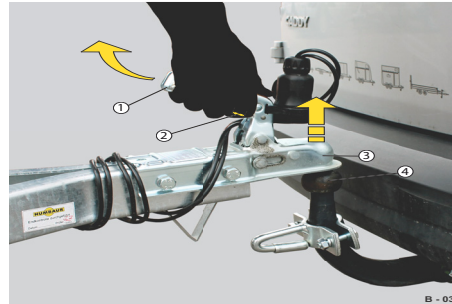

Abb. 12 Beispiel: Ungebremsen Anhänger abkuppeln
- ▶ Handgriff (Abb. 12/1) in der Absperrvorrichtung entriegeln.
- ▶ Sperrklinke (Abb. 12/2) am Handgriff ganz eindrücken.
- ▶ Kalotte (Abb. 12/3) vom Kugelkopf (Abb. 12/4) des Zugfahrzeugs hochheben.